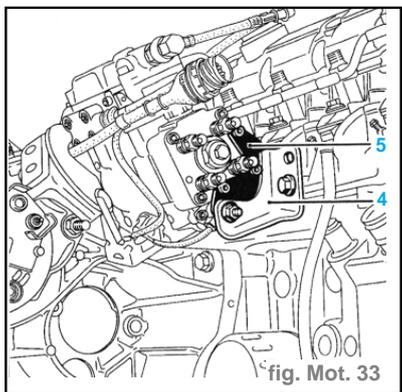

fig. Mot. 33
- la patte (4) fixant la pompe au moteur,
- la patte en acier (5) (cette patte est fixée par une vis fixant la tête hydraulique). (fig. Mot. 33)